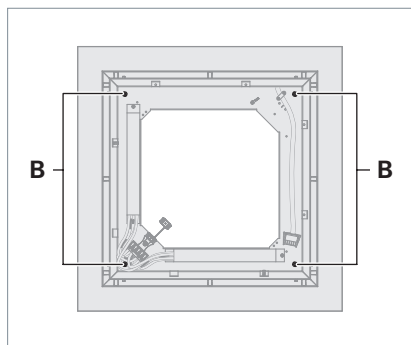

Fig. 3: Fissare il telaio dell'apparecchio d'illuminazione al soffitto.
- Fissare il telaio dell'apparecchio d'illuminazione al soffitto serrando uniformemente le quattro viti **B**, vedi Fig. 3.